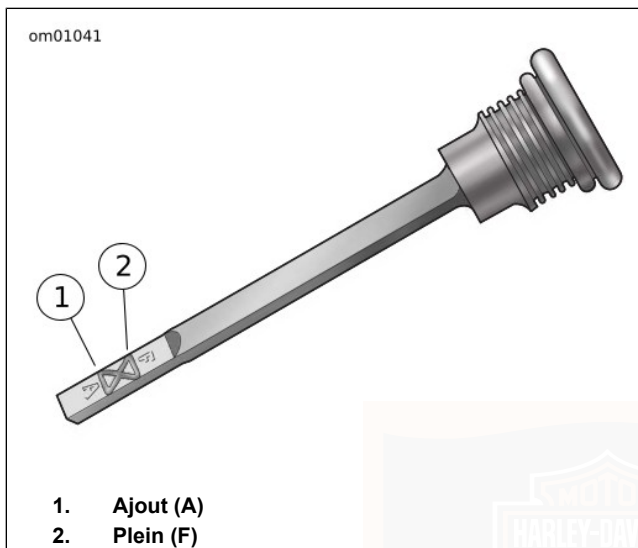

Figure 57. Niveau du lubrifiant de la jauge de transmission
4. Voir Figure 57. Retirer la jauge. Vérifier le niveau de lubrifiant sur la jauge.